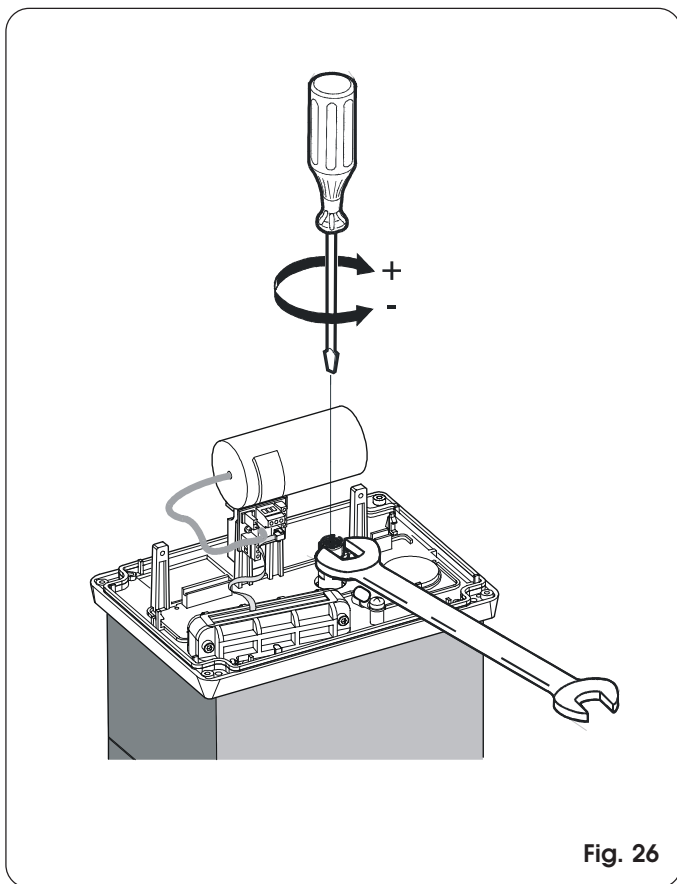

Fig. 26
- 2) Houd de motoras tegen met een Engelse sleutel, en draai met een inbusleutel of schroevendraaier aan de stelschroef van de koppeling, fig. 26.